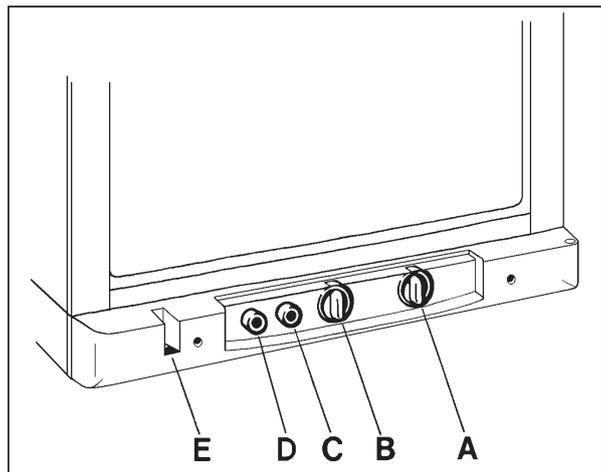

FIGURA 1
El refrigerador puede funcionar con corriente eléctrica de 230 V o con gas LP. El cambio de una modalidad de uso a otra puede efectuarse por medio de los mandos colocados según se ve en la figura 1.
Los números de posición hacen referencia a la figura 1.
Los números de posición hacen referencia a la figura 1. Una vez puesto en marcha el refrigerador, serán necesarias algunas horas para que el interior se enfríe. El refrigerador está regulado por un termostato, cuyo mando (B) debe ajustarse en la posición 3-5. Si se desea conseguir menos temperatura (más frío), ajuste el termostato a un número más alto.